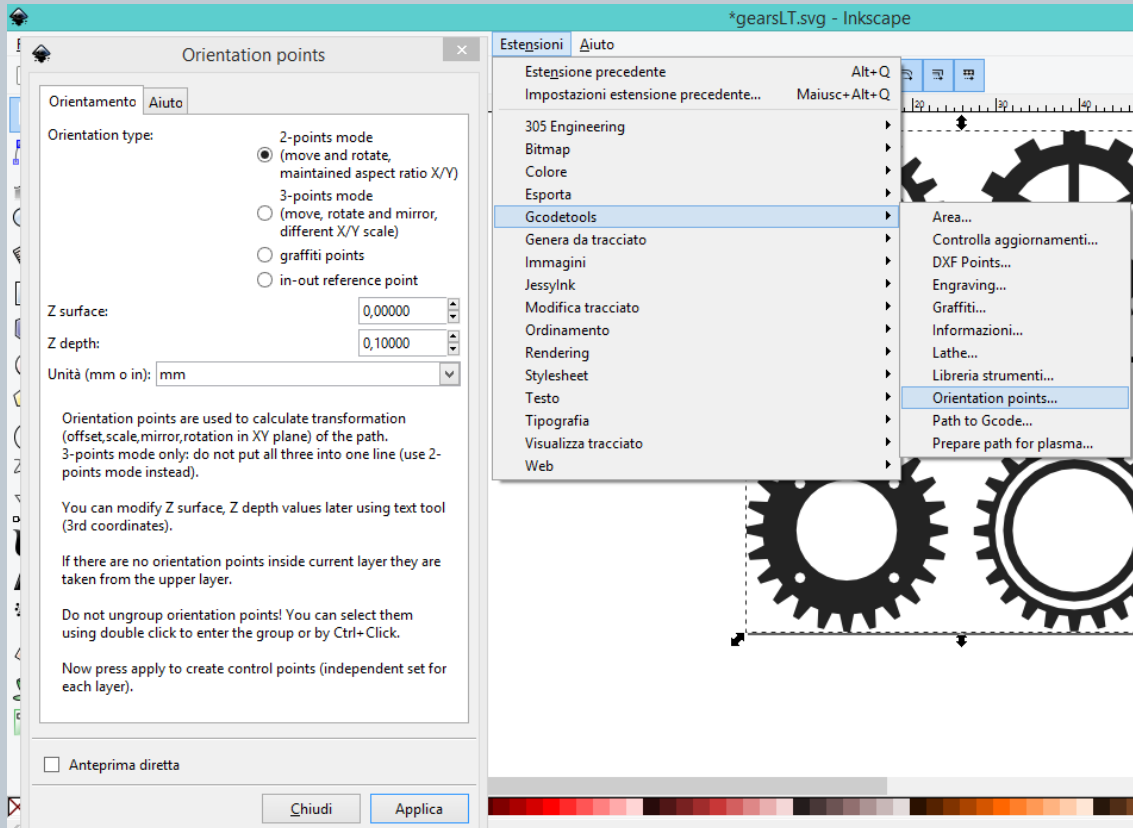

Fig. 56
- Nella finestra che si apre, mantenere orientamento "2-points mode" e modificare il valore della voce "Z depth" con **-0.1**. Confermare l'operazione cliccando "Applica" e concludere con "chiudi". (Fig. 56)